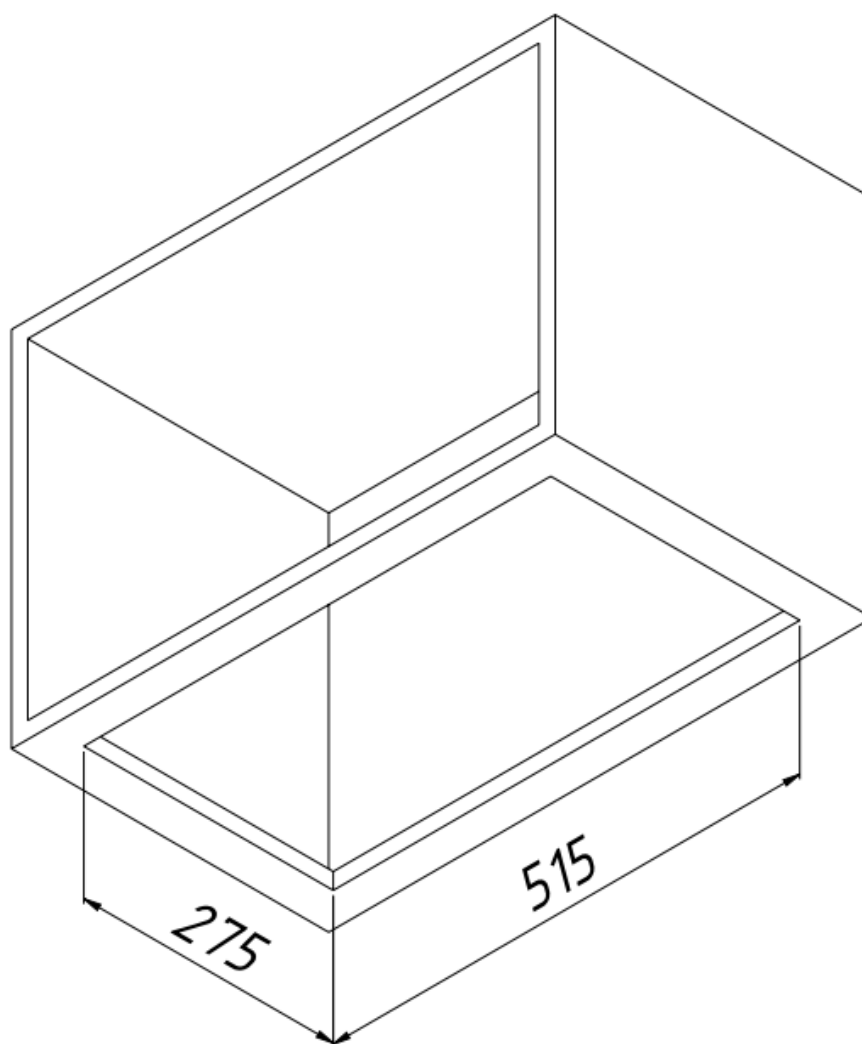

Рис. 1
2. Подготовьте отверстие 515x275, как показано на рис. 1.